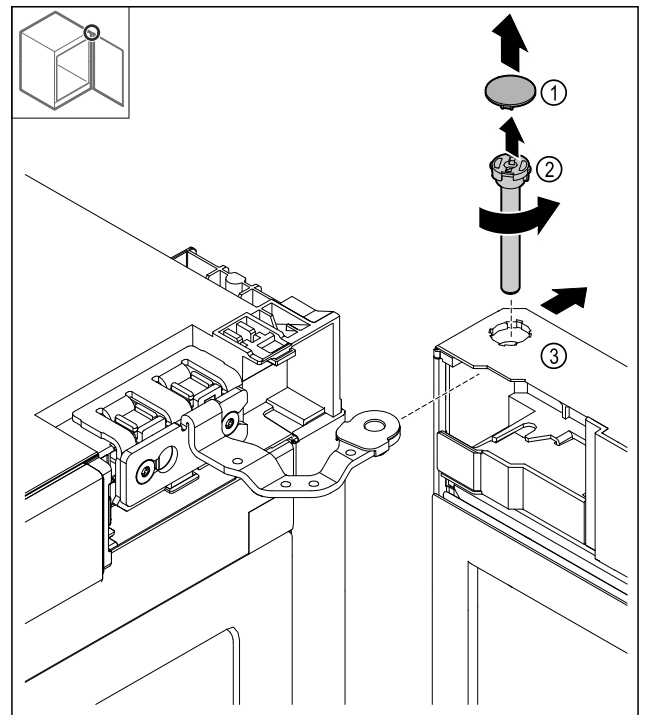

Fig. 12
- ▶ Abdeckung Fig. 12 (1) abnehmen.
- ▶ Bolzen Fig. 12 (2) gegen den Uhrzeigersinn lösen und herausziehen.
- ▶ Tür Fig. 12 (3) leicht kippen.